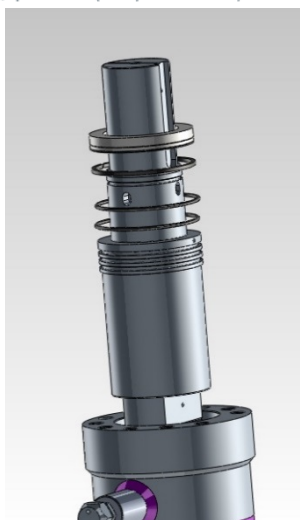

Рис.5
10. Снять отдельные элементы уплотнения шпинделя (Рис.5,6); проверить их состояние (целостность, внешний вид, следы коррозии), при необходимости замены элементов – обратиться в ООО Броен.